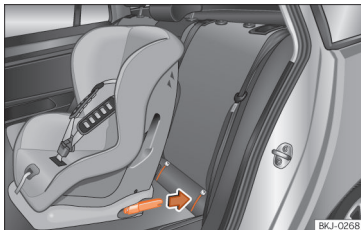

Fig. 36 Bancos traseiros: colocação da cadeira de criança com sistema ISOFIX.
- Insira a cadeira para crianças nas argolas de fixação ISOFIX ou i-Size até se ouvir o seu encaixe »» **Fig. 36**. Se a cadeira de criança